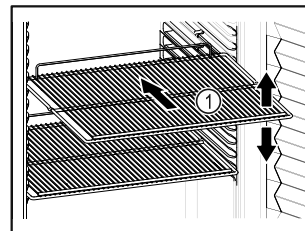

Fig. 86 Ενδεικτική απεικόνιση
- ❑ Εάν οι σχάρες Fig. 86 (1) είναι ρυθμιζόμενες, προσαρμόστε τα ανάλογα με το ύψος.